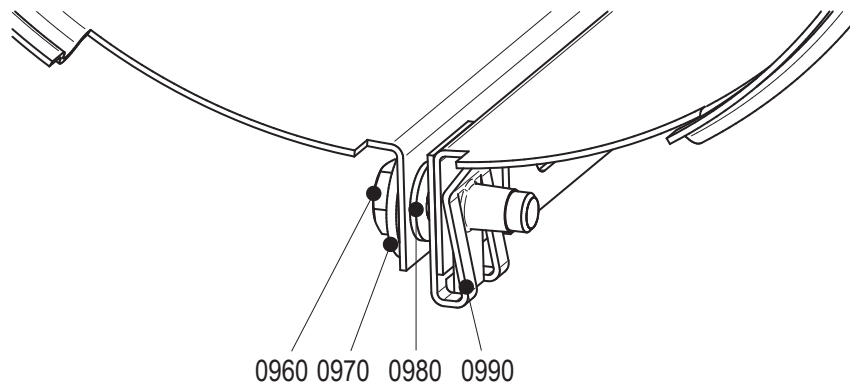

Abbildung 15: Montieren der Haube.
- 1 Schrauben lösen (0960). Siehe Abbildung 15.
- 3 Schutzhaube schließen und Schraube (0960) anbringen. Siehe Abbildung 15.
- 5 Schutzhaube schließen und Schraube (0960) anbringen. Siehe Abbildung 15.